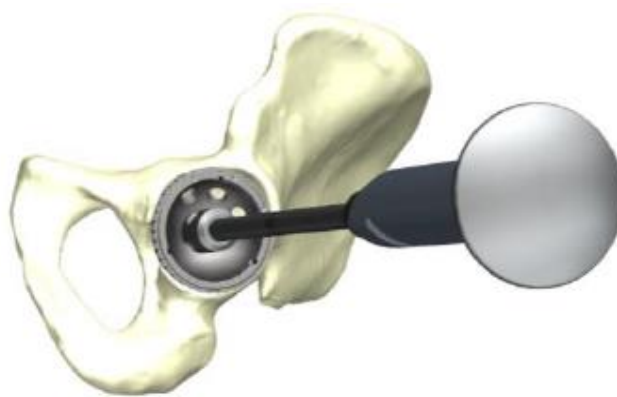

Рис. 6. Имплантация вертлужного компонента бесцементной фиксации KANT
- Умеренными ударами молотка чашку вводят в предварительно обработанную впадину (рис. 6).